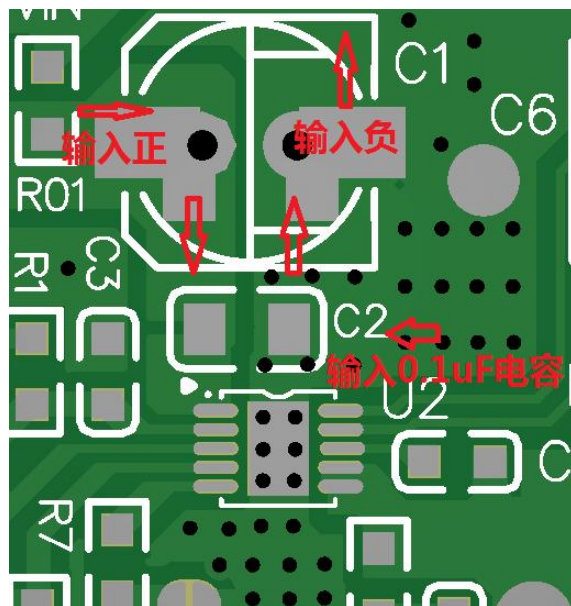

图 1
1、输入正负极走线尽量先经过输入大小两个电容，分别再到芯片的第一脚和底盘地，放置在输入大电流回路,输入地必须有部分经过 0.1uF 电容。如下图 1 所示：